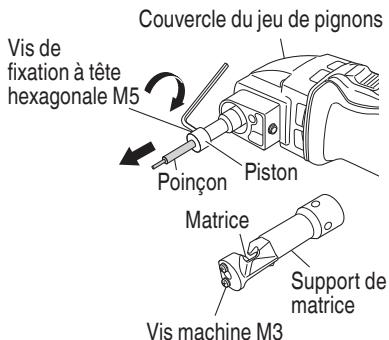

Fig. 11
- (b) Desserrer la vis de fixation à tête hexagonale M5 qui tient la perforatrice au piston et tirer la perforatrice dehors. (voir Fig. 11)
Desserrer les 2 vis machine et remplacer le moule. (voir Fig. 11)